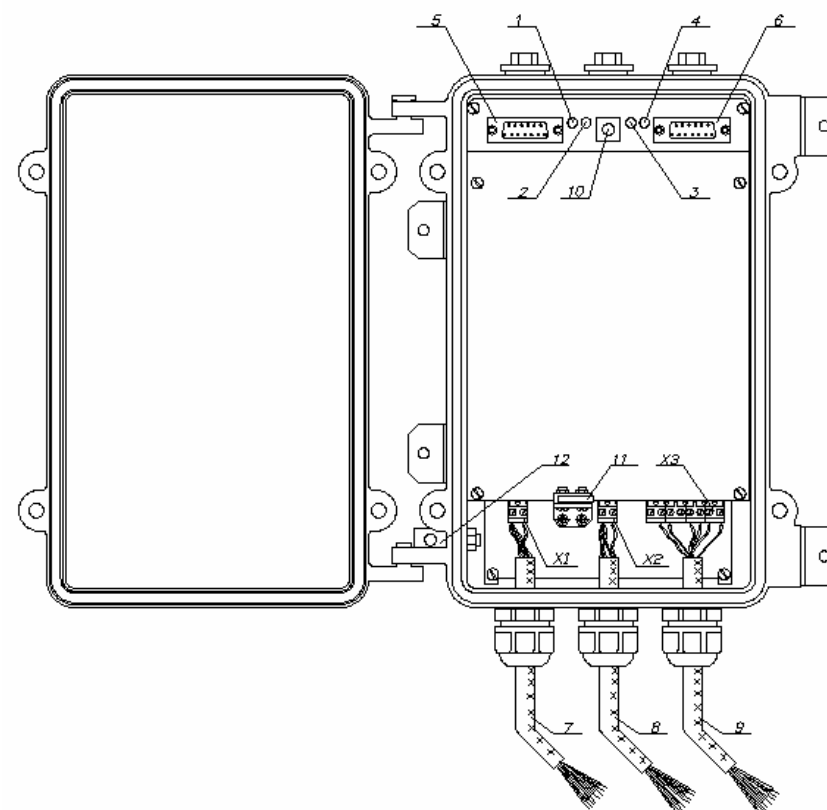

Рисунок 2.2. Блок электронный.
Конструктивно БЭ выполнен в герметичном корпусе, состоящем из двух частей: основания и крышки (рис. 2.2.). Крышка поворачивается относительно основания на двух петлях; плотное прилегание к основанию и герметизация внутреннего объема БЭ обеспечивается с помощью уплотнительной прокладки, расположенной на основании. Крышка фиксируется к основанию путём вкручивания 4х винтов (М8) в крепежные отверстия корпуса.
В нижней части платы электронной (вблизи гермовводов) расположены (рис. 2.2.):
В верхней части платы электронной расположены (рис. 2.2.):
2.1.2.4. Подключить БЭ к источнику напряжения 10...30 В постоянного тока. При этом светодиодные индикаторы «Тревога» и «Неисправность» (рис. 2.2.) могут засветиться на непродолжительное время. Окончание свечения индикаторов по прошествии 40 с с момента подачи питания будет косвенно свидетельствовать о правильности монтажа КЧЭ и готовности изделия к проверке его функционирования.
Если индикаторы «Неисправность» (рис. 2.2.) за это время не погаснут, то это свидетельствует о неисправности КЧЭ. Поиск и устранение неисправности производится в соответствии с разделом 4.3 настоящего РЭ.
2.2.1.3. Не ранее, чем через 1 мин после подачи питания на БЭ, нажать и отпустить кнопку «TEST» на плате БЭ. Наблюдать кратковременное (в интервале 1...5 с) свечение светодиодов «Тревога». С помощью мультиметра убедиться в размыкании (на это время) выходных контактов «3», «4» и «6», «7» колодки «Х3» на плате БЭ (рис. 2.2.).
2.2.1.5. Отсоединить от колодки «Х1» и «Х2» любой оконечный проводник чувствительного кабеля (центральный или экран). Наблюдать непрерывное свечение светодиодов «Неисправность». С помощью мультиметра убедиться в размыкании выходных контактов «3», «4» и «6», «7» колодки «Х3» (рис. 2.2.).